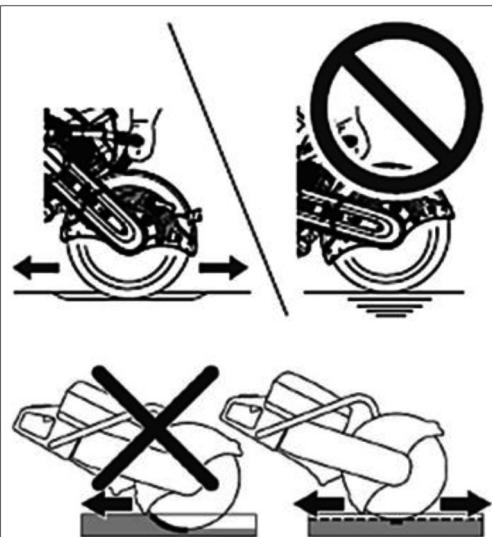

Рис. 19
7. Не давайте бензорезу останавливаться на одном месте, а постоянно перемещайте его в одном направлении или туда и обратно вдоль разметки (рис. 19). Резание в одной точке может вызвать накопление тепла, которое может повредить или оплавить диск. Слишком сильное нажатие при резании также вызывает перегрев диска.